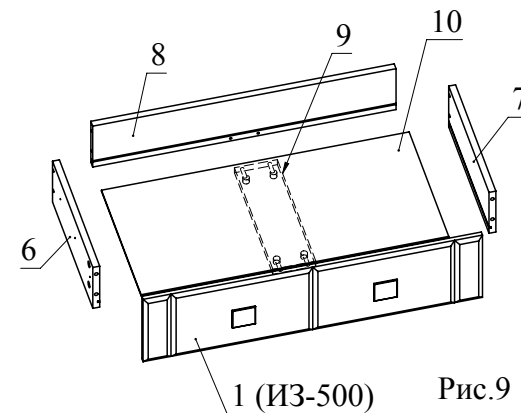

Рис.9
7. Соберите ящики. Для этого соедините деталь 8 с деталями 6 и 7 с помощью конфирматов. Установите деталь 9 на деталь 8 и затяните головки минификсов. Затем вставьте дно ящика 10 из ДВП в пазы деталей 6, 7, 8. Соедините деталь 1 от ИЗ-500 с деталями 6, 7, 9 и затяните головки минификсов. С помощью винтов М4x20 закрепите ручки на фасадах ящиков (Рис. 9).